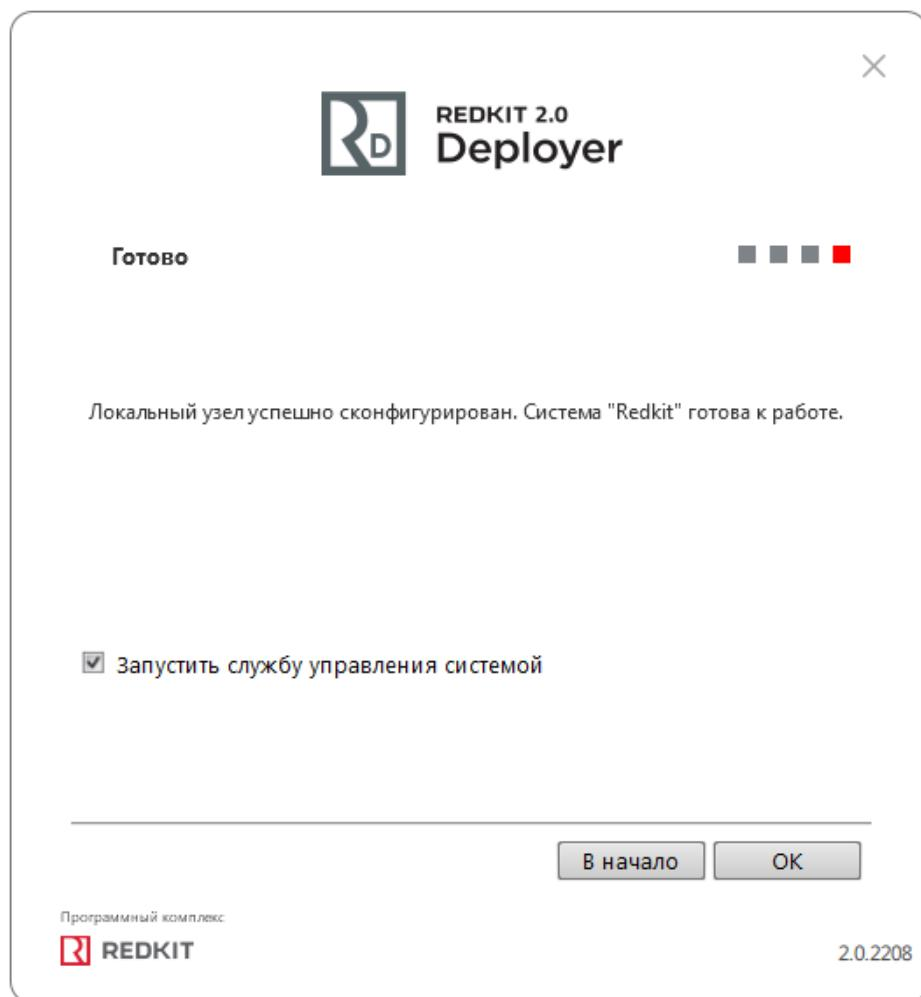

Рисунок 58 - Завершение конфигурирования
8. Отметьте чекбокс у команды **Запустить службу управления системой** и нажмите **OK** (Рисунок 58).